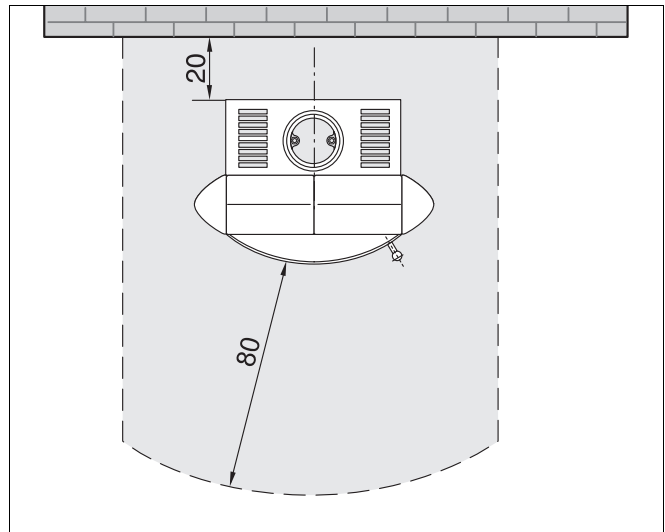
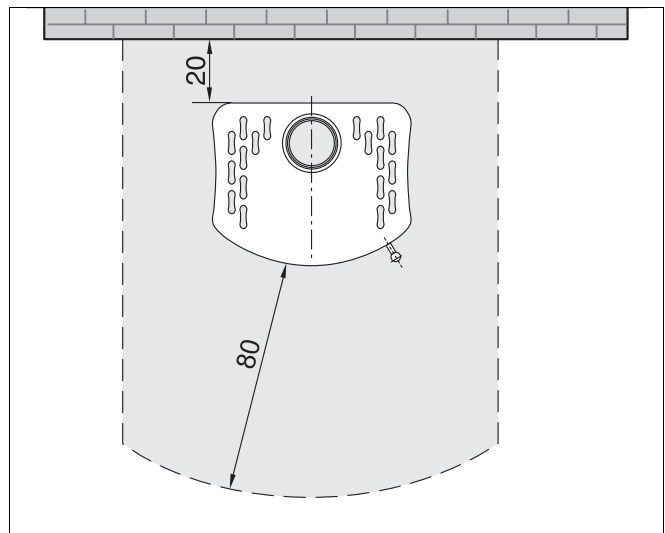

Abb. 22 Kaminofen blueline 1 – Sicherheitsabstände (Maße in cm)
Abb. 23 Kaminofen blueline 2 – Sicherheitsabstände (Maße in cm)
- Vergleich Sie bitte auch Abb. 22 und Abb. 23.